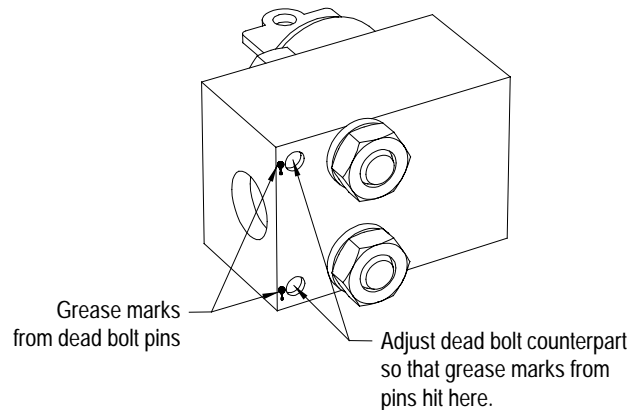

Bild 4.1 – Schließbolzen-Einheit an der Tür
3. Öffnen Sie die Türen des Schrankes und untersuchen Sie die Schließanordnung. Bringen Sie gut sichtbar Fett auf die Stifte auf. Wir empfehlen die Benutzung von gelbem Momentendichtungsmaterial, ist dies nicht verfügbar, geht auch jedes andere Fett. (Siehe Bild 4.1)
4. Verriegeln Sie die verschlossene Schranktür, nun sollten die Stifte an dem Schließbolzengegenstück die Schließbolzeneinheit berühren. Dies sollte dazu führen, dass zwei Fettpunkte an den Kontaktstellen zu sehen sind. (siehe Bild 4.1 – Schließbolzen-Einheit).